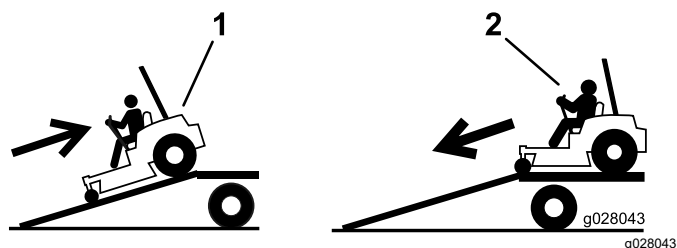

Figure 50
2. Descendez la rampe en marche avant (Figure 50).